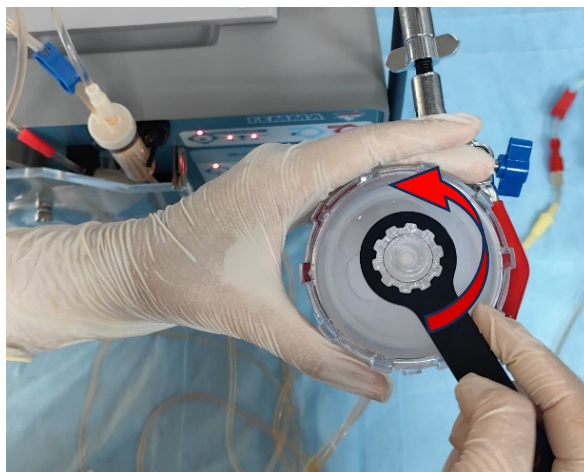

Рисунок 3.1
- 3.1. Установите сорбционную колонку в строго вертикальном положении на правую стойку аппарата ГЕММА. При помощи ключа (входит в комплект колонки) откройте заглушку на крышке колонки против (рис. 3.1)